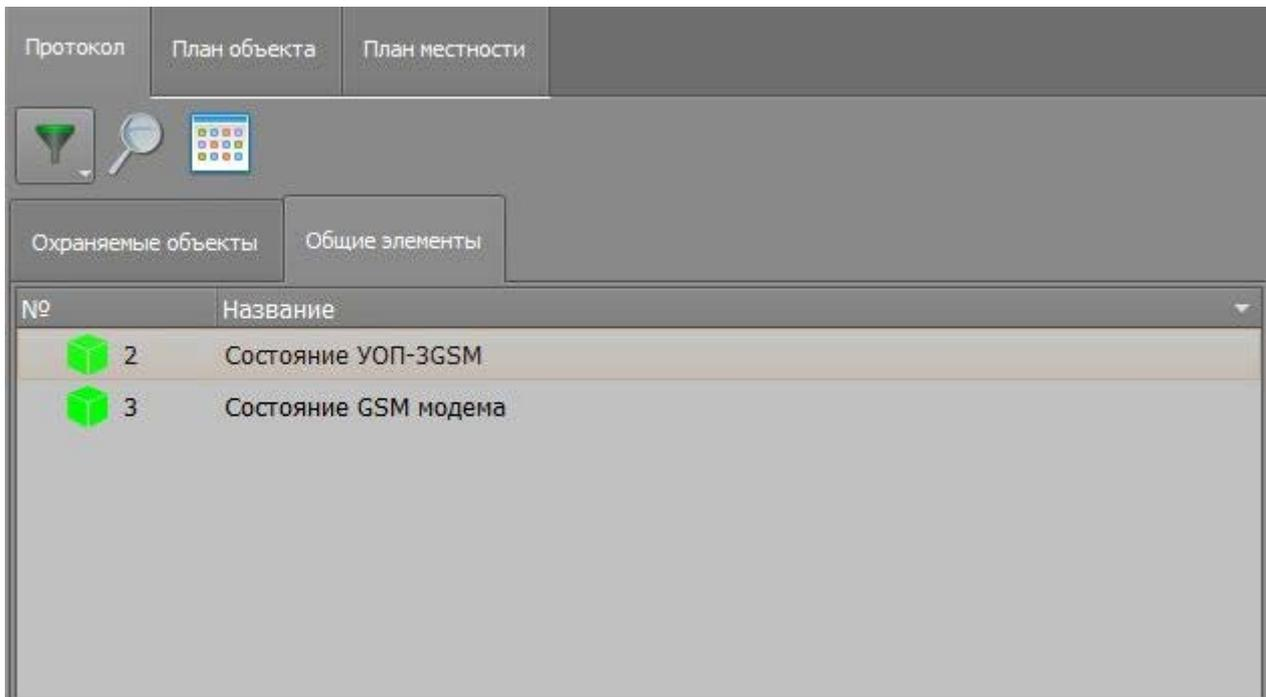

Рисунок 5.26. Пример отображения состояния GSM-модема и «УОП-3 GSM» в состоянии «Норма»
8. проверить наличие питания на элементах внутри корпуса прибора: блоке питания и коммутации МИП-12, приемных модулях – GSM-модеме и «УОП-3 GSM», сетевом коммутаторе «Ethernet-SW8», мини ПК. В таблице объектов перейти во вкладку списка объектов «Общие элементы» и убедиться, что пиктограммы зон состояний «Состояние УОП-3 GSM» и «Состояние GSM модема» имеют сплошную зеленую маркировку (см. Рисунок 5.26), на зеленых пиктограммах отсутствуют дополнительные символы, а в протоколе событий отсутствуют события потери связи с «УОП-3 GSM» или GSM-модемом.